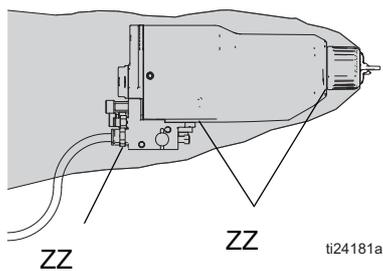

FIG. 20. Auf Materialleckagen prüfen
Während des Betriebs in regelmäßigen Abständen prüfen, ob in den Öffnungen des Pistolenabdeckblechs (ZZ) Material vorhanden ist. Siehe hierzu FIGURE 20. Material in diesen Bereichen deutet darauf hin, dass Spritzmaterial auch hinter das Pistolenabdeckblech geflossen ist, was auf Undichtigkeiten an den Materialrohrverbindungen oder den Materialdichtungen zurückgehen kann.